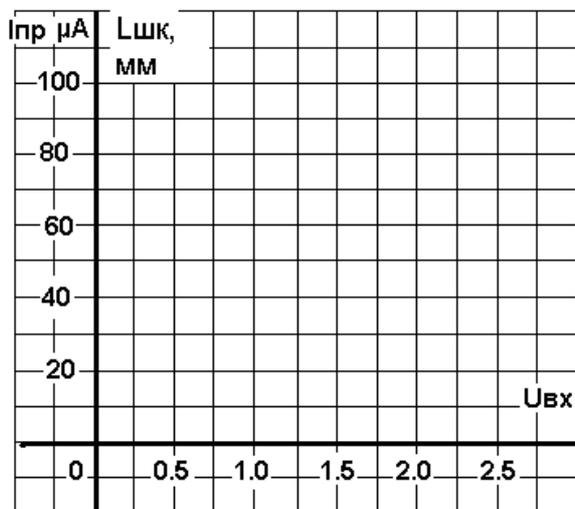

Рис. 2. Графическое построение шкалы
1.3. Построить шкалу графически (рис. 2).